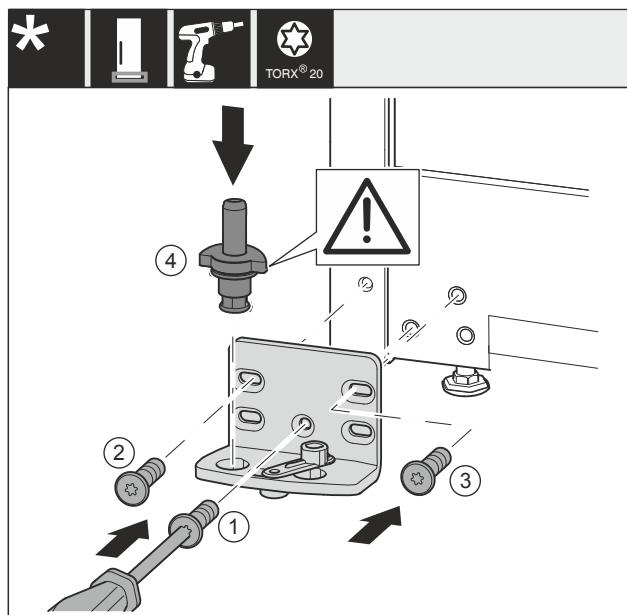

Fig. 37 \*
- ▶ Встановіть опорний кронштейн з іншого боку та прикрутіть його за допомогою викрутки. Почніть із Fig. 37 (1) знизу посередині.\*
- ▶ Закрутіть гвинт Fig. 37 (2) та Fig. 37 (3).\*
- ▶ Повністю вставте опорний гвинт Fig. 37 (4). При цьому виступ фікатора повинен бути спрямований назад.\*